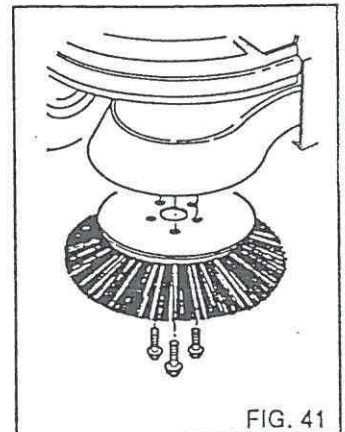

FIG. 41
- 3) Befestigungsschrauben entfernen. (Fig. 41).